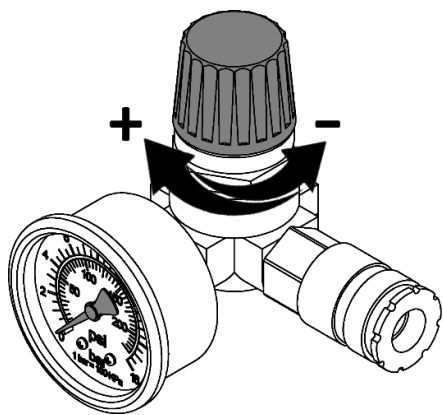

Рисунок 10
7.4.1 Настройка давления в подсоединенных исполнительных устройствах регулятором давления осуществляется следующим образом (рис. 10):